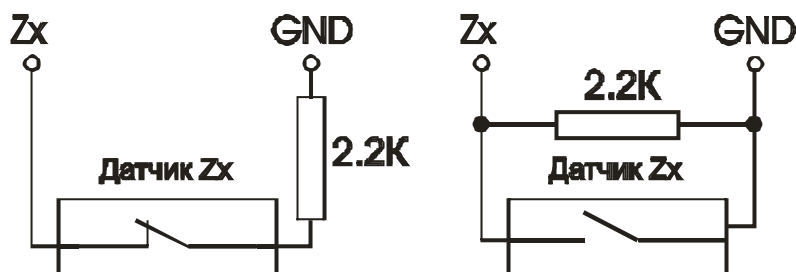
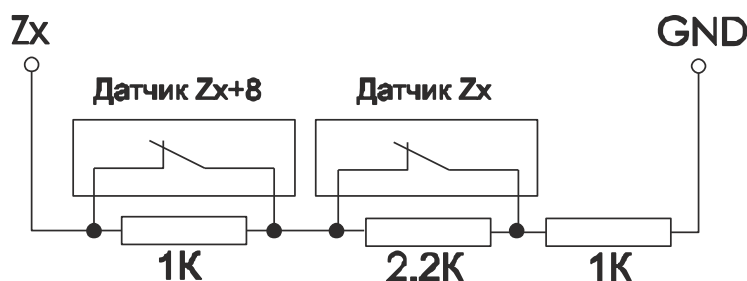
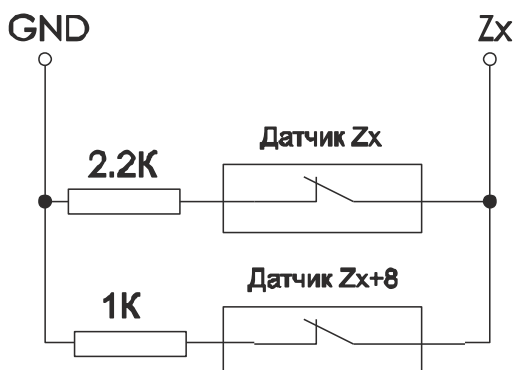

Рис. 2. Схемы подключения датчиков при выключенной опции «ATZ».
Рис.3. Схема последовательного подключения датчиков при включенной опции «ATZ».
Рис.4. Схема параллельного подключения датчиков при включенной опции «ATZ».
2.2. К клемникам «GND», «Z1», подключаются собственные проводные охранные шлейфы устройства (соответственно «общий провод», «шлейф №1»). Данное устройство имеет опцию «ATZ». Если данная опция выключена, то в охранном шлейфе могут применяться «нормально-замкнутые» или «нормально-разомкнутые» датчики с оконечным резистором 2.2кОм. Схемы подключения датчиков для этого случая изображены на рис.2. Если опция «ATZ» включена, то в охранном шлейфе могут применяться только «нормально-замкнутые» датчики. Схемы подключения датчиков для этого случая изображены на рис.3 и рис.4. На способ подключения влияет дополнительная опция «последовательного» или «параллельного» соединения датчиков. Если данная опция выключена, то датчики должны быть соединены «последовательно», согласно схеме, изображенной на рис.3. Если опция включена, то датчики должны быть подсоединены «параллельно», согласно схеме, изображенной на рис.4.